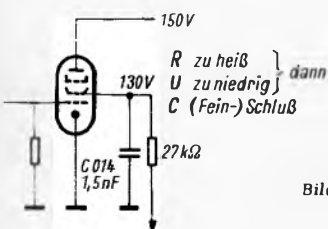

Bild 3.09-3. Schnellprüfung am Schirmgitter
Ist die Schirmgitterspannung (7) des Pentodensystems beispielsweise nur 10 V groß, so wird der Kanalwähler geöffnet und direkt nach dem Ausschalten vorsichtig an den spannungszuführenden Widerstand gegriffen. Ist dieser übermäßig heiß, dann ist der Kondensator C 014 defekt (Bild 3.09-3). Bleibt der Widerstand kalt, so ist dieser auszuwechseln und die Spannung ist zu messen. Stimmt sie noch nicht, dürfte außerdem noch der Kondensator schadhaft sein. Das ist eine Methode, die auch bei anderen Stufen des Gerätes bei ähnlichen Schaltungen angewendet werden kann. Es werden unnötige Lötarbeiten vermieden. Wird der Widerstand heiß, so ist wahrscheinlich ein Kurzschluß hinter dem Widerstand vorhanden und die Spannung ist deshalb abgesunken. Es ist dann nicht nötig, den Widerstand abzulöten. Entspricht die Spannung nach Beseitigung des Schlusses dem Normalwert und ist äußerlich kein Schaden am Widerstand feststellbar, braucht er nicht ausgewechselt zu werden.